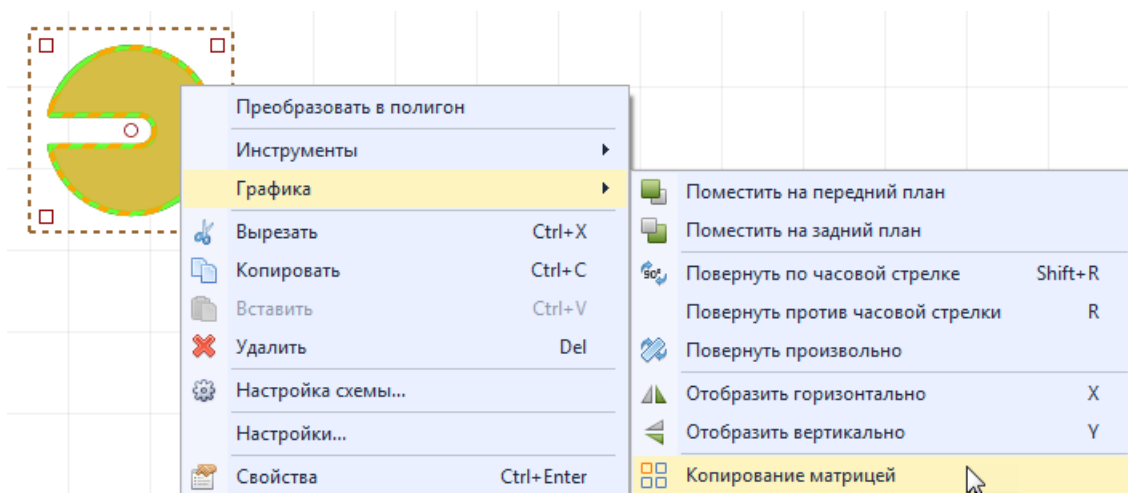

Рис. 445 Вызов функции копирования матрицей
2. Вызовите контекстное меню и выберите пункт «Копирование матрицей» в разделе «Графика» или нажмите на панели «Графика», см. Рис. 445.